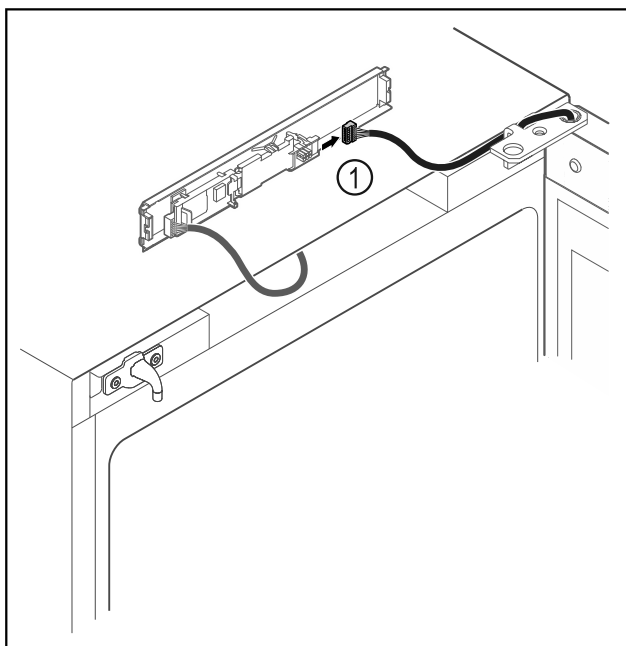

Fig. 12
- ▶ Irrota pistoke Fig. 12 (1) levystä.